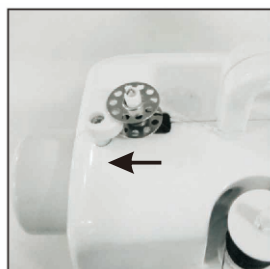

Fig. 22
3. Aseta puola puolausakseliin, ja kierrä lanka puolalle myötäpäivään useita kierrosta (fig.22).